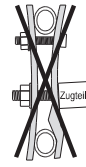

fig. 9
**Avertissement:** ne pas trop serrer les vis, et leur appliquer la même force de serrage. Les plaques d'attelage doivent être parallèles et ne pas être voilées (fig. 9).